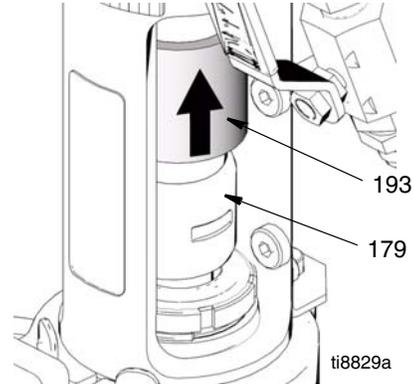

FIG. 15
5. (Fig. 15) Deslice la cubierta del acoplador (193) hacia arriba para exponer completamente los acoplamientos del eje (179).